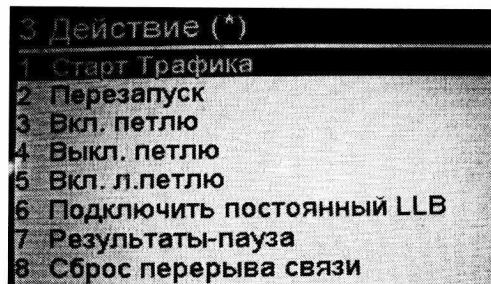

Рисунок 18
6.12 Нажать на формирователе данных кнопку «OK». Откроется окно «3 Действие (*)» - Рисунок 18. Выделить в окне «1 Стоп Трафика», нажать кнопку «OK».